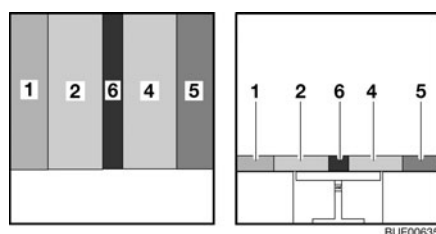

Fig. 120 Después de la transformación
- Colocar el cojín adicional (Fig. 120,6) entre los cojines del asiento (Fig. 120,2 y 4).